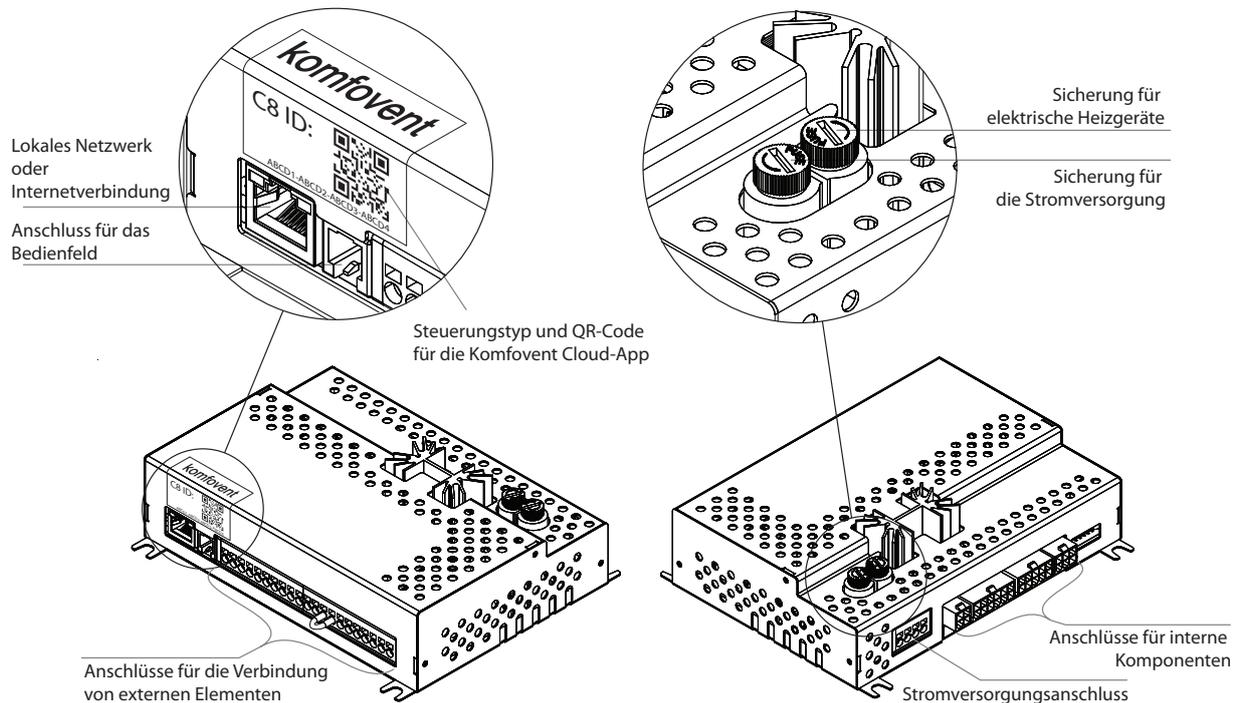

Abb. 10. C8-Steuerung-Hauptboard
- Die hier gezeigte Klemmennummerierung gilt nur für das C8-Bedienfeld. Bevor Sie die externen Elemente anschließen, überprüfen Sie den Boardtyp auf dem Aufkleber an der Vorderseite des Steuergeräts (siehe Abb. 10).
Es ist ratsam, die Kabel für das Bedienfeld so zu verlegen, dass sie nicht in die Nähe der Stromversorgungsdrähte oder der elektrischen Hochspannungsgeräte (elektrische Einlassschränke, elektrischer Wasserheizkessel, Klimaanlage usw.) gelangen. Das Kabel kann durch die Löcher an der Rückseite oder Unterseite des Bedienfeldes geführt werden (befolgen Sie die mit dem Bedienfeld mitgelieferte Installationsanleitung). Die Verdrahtung zur C8-Controllerplatine wird an einen dedizierten Steckplatz (RJ9-Stecker; siehe Abb. 10) angeschlossen oder an die Klemmen für externe Verbindungen.
Das Gerät kann nicht nur über das Bedienfeld, sondern auch über einen Computer oder ein Smartphone gesteuert werden. In diesem Fall muss das Klimagerät an ein lokales Computernetzwerk oder an das Internet angeschlossen werden. Das Gerät wird von einem Computer mit einem Webbrowser oder einem Smartphone mit einer Komfovent Control App gesteuert. Das Klimagerät wird mit einem Kabel des Typs CAT5 (RJ45-Stecker; siehe Abb. 10) an das Computernetzwerk angeschlossen. Die Gesamtkabellänge zwischen dem Gerät und dem Netzwerkrouter darf 100 m nicht überschreiten.
- Der einfachste Weg, Ihr Gerät über das Internet zu verwalten, ist die Verwendung eines Smartphones mit der Komfovent Control App. Starten Sie die App auf Ihrem Smartphone (das Smartphone muss über einen Internetzugang verfügen). Wenn Sie zum ersten Mal eine Verbindung herstellen, werden Sie von der App aufgefordert, den QR-Code an der Vorderseite des Steuergerätes zu scannen (siehe Abb. 10). Wenn Sie den Code scannen, stellt die App automatisch eine Verbindung zum Gerät her (weitere Informationen über die Komfovent Control-App finden Sie im „Domekt-Benutzerhandbuch“).